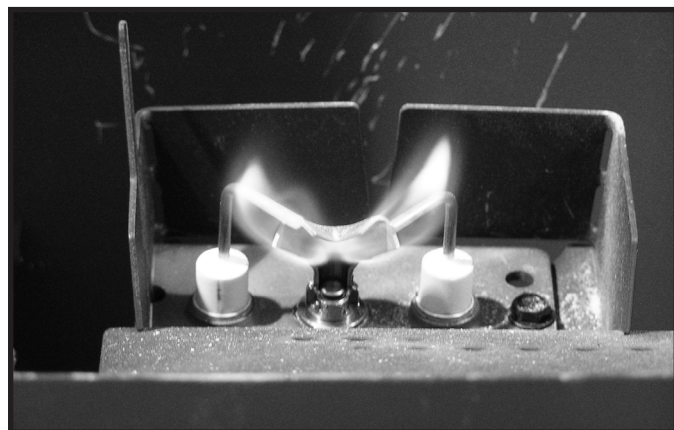

Figure 4.8. Modèles de flamme de la veilleuse IPI
- Inspectez la qualité du comportement de la flamme de la veilleuse. Voir la figure 4.8. pour un modèle de flamme de la veilleuse. Nettoyez ou remplacez la tête d'injecteur à filetage mâle si nécessaire.